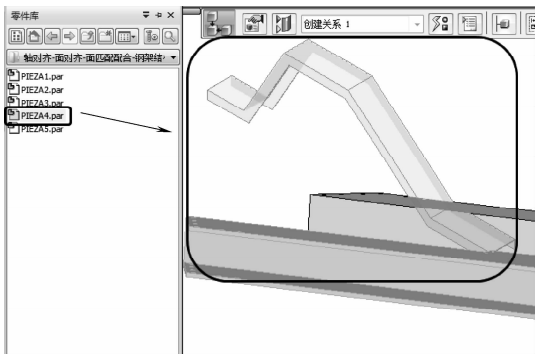

图 8-16 插入零件4
(1) 单击左侧【零件库】对话框，单击选择文件的下拉箭头按钮，选择需要装配的【零件】所在文件夹，并把【零件4】拖到需要安装的区域，如图 8-16 所示。